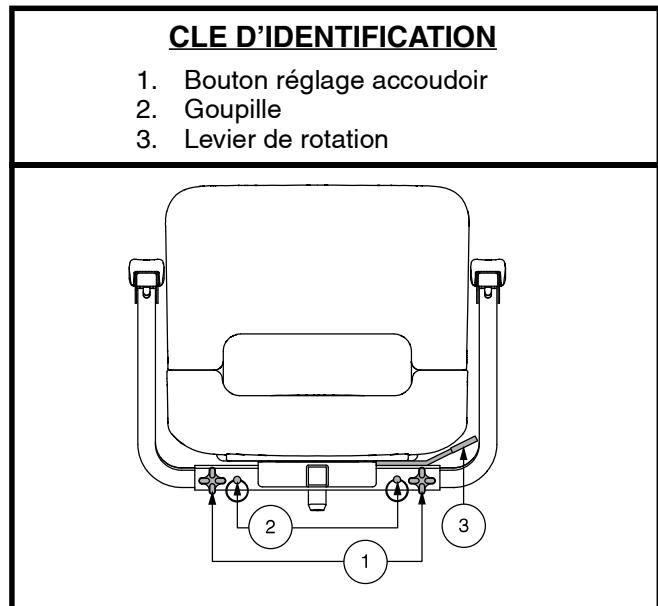

Figure 12. Réglage du siège
1. Desserrez les boutons de réglage. **Voir la figure 12.**